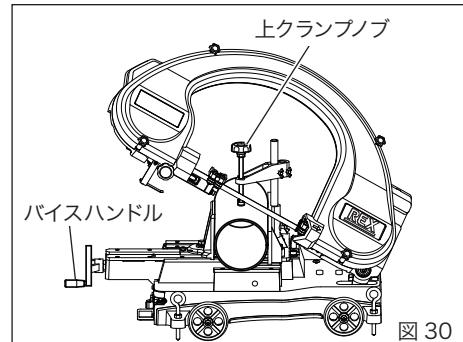

図 30
4. 切断材料の取外し（図 30）
- ①バルブレバーを右いっぱいに回し、フレームの持ち手部を持って上げてください。（図 30）
- ②上クランプノブを反時計方向に回し、その後、バイスハンドルを反時計方向に回します。（図 30）
- ③切断材料を取り外します。